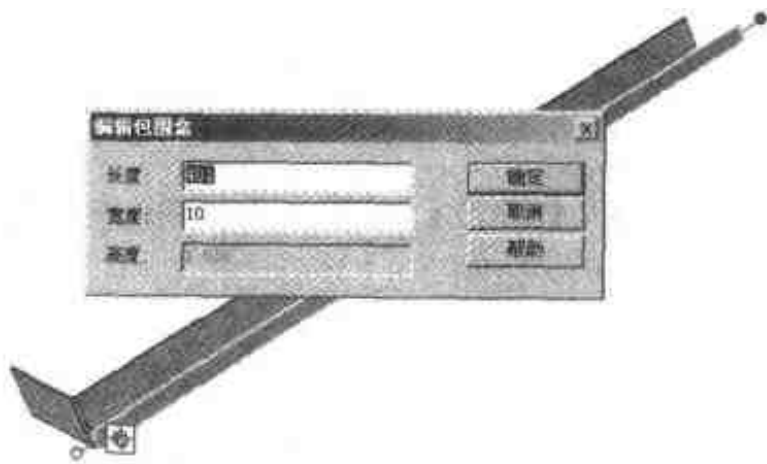

图 4.90 编辑板料尺寸
(1) 向板料侧面拖入一个【板料】图素, 拖拉智能图素手柄与板料左侧相同, 与上边相距 18, 右击手柄, 选择【编辑包围盒】命令, 在弹出的对话框中修改板料的长度及宽度, 如图 4.90 所示。